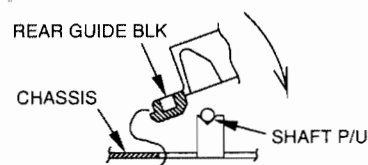

Fig. 3-5
- Reinstall the REAR GUIDE BLK after hooking the 2 claws on the chassis. (Fig. 3-5).
- REAR GUIDE BLK は、2箇所ツメをシャーシに引っ掛けてから取り付ける。(Fig. 3-5)